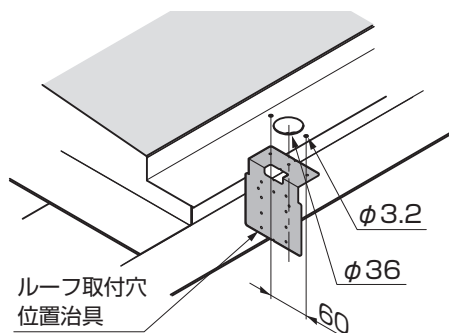

図11-43 A部詳細図
- ①ルーフ取付穴位置治具を樋にあて、 $\phi 3.2$ 、 $\phi 36$ の穴を樋下部にあけてください。(図11-43参照)
- ②アタッチメントパッキン、雨樋アタッチメントを樋に【7-1】で取付けてください。
- ③縦樋の長さを調節して、ドレンエルボ、92°エルボを取付けてください。